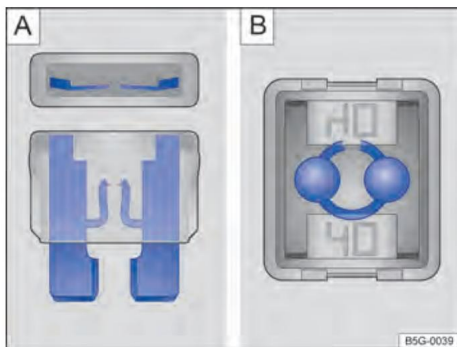

Figure. 148 Fusible grillé : fusible plat, fusible bloquant.
- Un fusible plat grillé (ATO®, MINI®) est reconnaissable du dessus ou du côté par le boîtier transparent sur les bandes métalliques fondues → Fig. 148 .
- Un fusible de blocage grillé (JCASE®) est reconnu par les bandes métalliques fondues au-dessus du boîtier transparent → Fig. 148 .